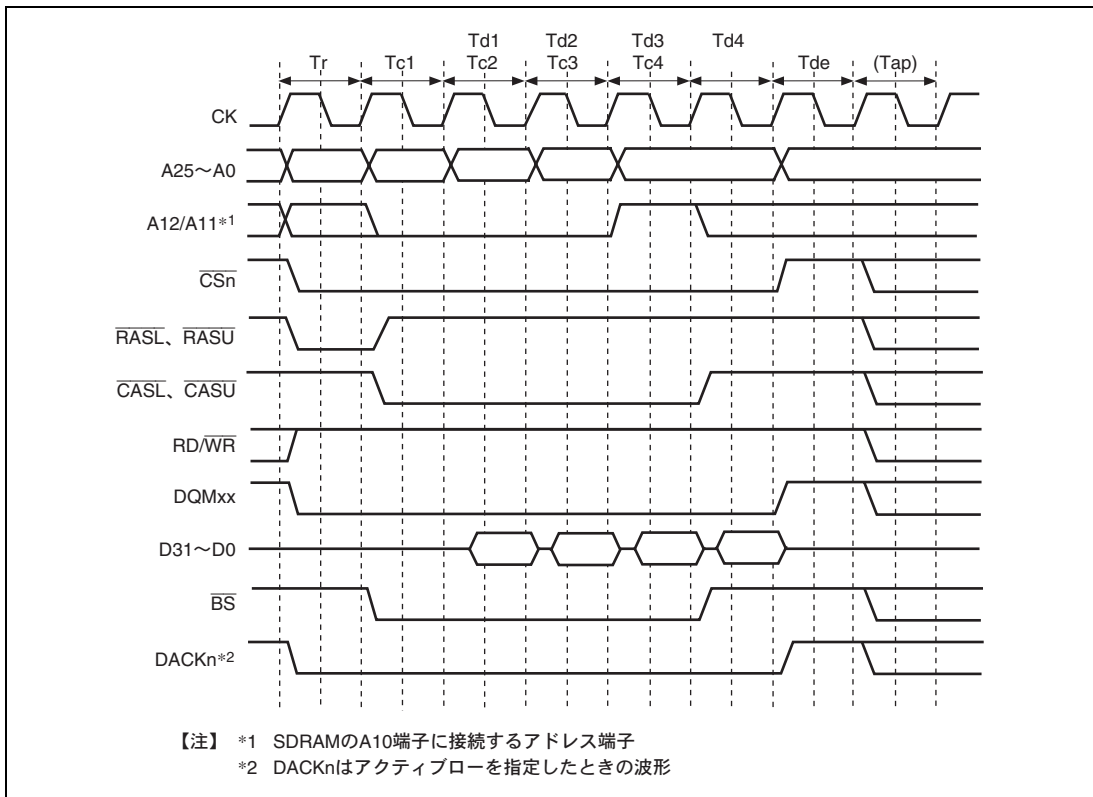
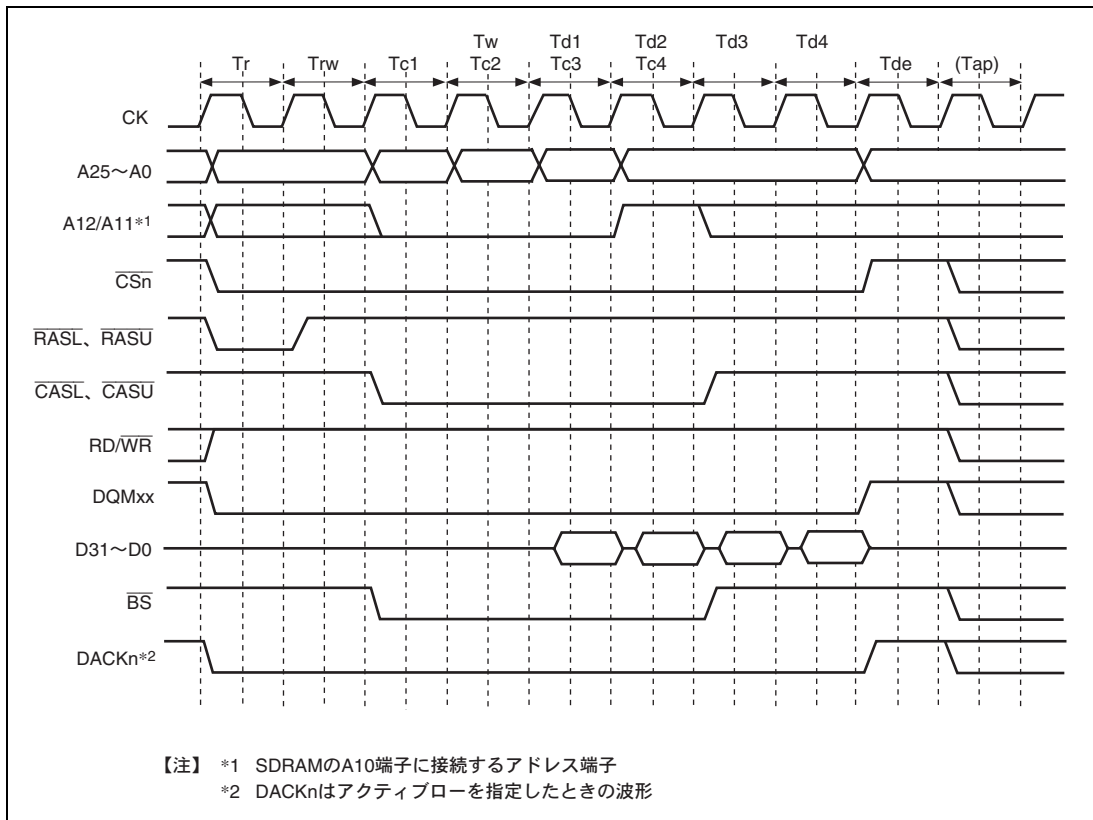

図 9.18 バーストリード基本タイミング (CAS レイテンシ 1、オートプリチャージ)
図 9.19 バーストリードウェイト指定タイミング
バーストリード時のタイミングチャートを図 9.18 と図 9.19 示します。バーストリードでは ACTV コマンド出力を行う Tr サイクルに続いて、READ コマンドを Tc1、Tc2、Tc3 サイクルに、READA コマンドを Tc4 サイクルに発行し、Td1 から Td4 のサイクルに外部クロック (CK) の立ち上がりでリードデータを受け取ります。Tap サイクルは SDRAM 内部で READA コマンドによるオートプリチャージの完了を待つサイクルであり、この間は同一のバンクに対して新たなコマンドの発行は行いません。ただし、別の CS 空間や同じ SDRAM の異なるバンクに対するアクセスは可能です。CS3WCR の WTRP[1:0]の指定によって Tap のサイクル数を決定します。
本 LSI では、様々な周波数で SDRAM と接続するために CS3WCR の各ビットを設定することによりウェイトサイクルを挿入することができます。各種ウェイトの設定を行った例が図 9.19 になります。ACTV コマンド出力サイクル Tr から READ コマンド出力サイクル Tc1 までのサイクル数は、CS3WCR の WTRCD[1:0]ビットによって指定することができます。WTRCD[1:0]の設定が 1 サイクル以上の場合、Tr サイクルと Tc1 サイクルの間に NOP コマンド発行サイクル Trw サイクルが挿入されます。READ コマンド出力サイクル Tc1 からリードデータ取りこみサイクル Td1 までのサイクル数は、CS2WCR の A2CL[1:0]ビットおよび CS3WCR の A3CL[1:0]ビットによって CS2 と CS3 の空間でそれぞれ独立に指定することができます。このサイクル数は、SDRAM の CAS レイテンシに相当します。SDRAM の CAS レイテンシの仕様は 3 サイクルまでですが、本 LSI では、1 サイクルから 4 サイクルまで設定できます。これは、本 LSI と SDRAM の間にラッチを含む回路を設けて接続するためのものです。